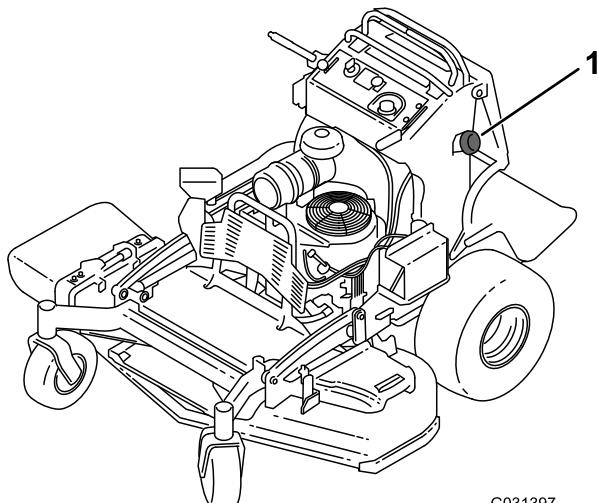

図44
- 燃料タンクにごみが入るのを防止するために、キャップ図44の周囲をきれいに拭く。
- サイホンポンプを使って燃料タンクからガソリンを抜き出す図44。